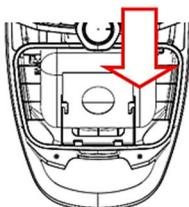

Fig 11
2. **Vendosja e qeses së pluhurit:** Vendosni qesën e pluhurit në mbajtësen e qeses dhe më pas vendoseni në hapsirën e dedikuar. (Fig 11)